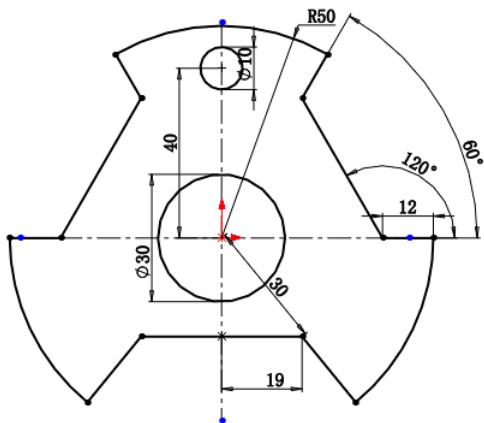

图 2-112 绘制草图 2
(7) 绘制草图 2。选择菜单栏中的“工具”→“草图工具”→“圆”命令，或者单击“草图”工具栏中的  (圆) 按钮，绘制直径分别为 10 和 30 的圆，并单击  (智能尺寸) 按钮，确定位置尺寸，如图 2-112 所示。